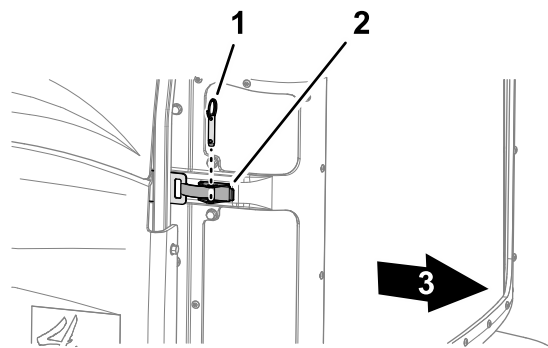

Figura 62
2. Rimuovete il perno a sfera dal fermo della griglia (Figura 62).